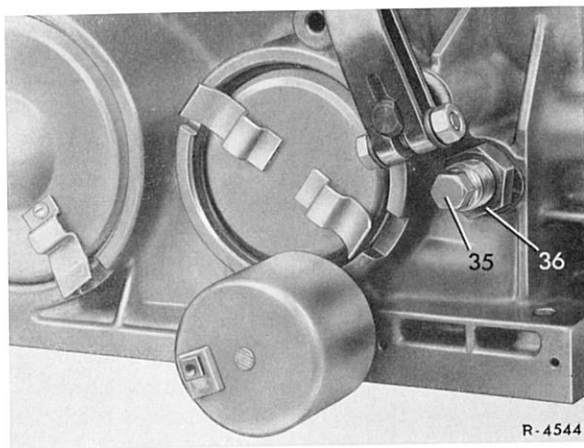

Bild 27-1/54
38 Gewinde der Einstellschraube für Bremsband B 3 (35) mit Dichtmasse bestreichen und hineindrehen. Einstellschraube mit 0,5 mkp anziehen und anschließend um $1\frac{3}{4}$ Umdrehungen lösen. Einstellschraube mit der Kontermutter (36) sichern (Bild 27-1/54).